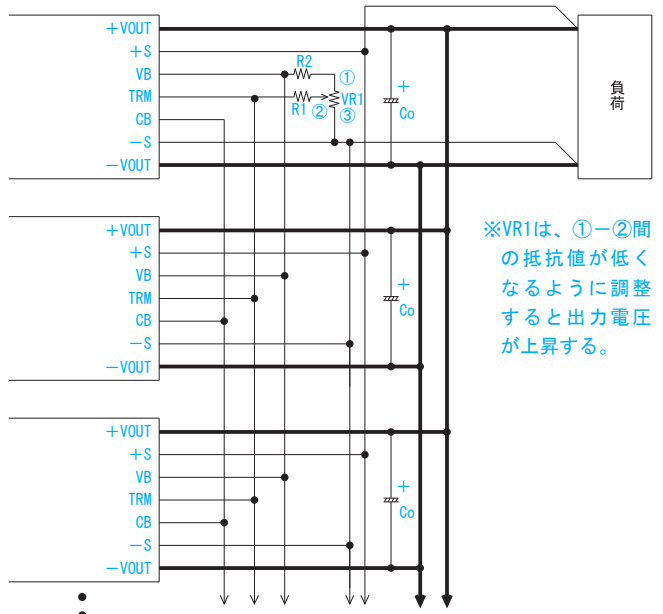

図 5.2 並列運転例
■ 図 5.2 の配線をする事で、並列運転が可能です。また、1つのボリュームで出力電圧の可変が可能となる、マスター・スレーブ運転が可能です。